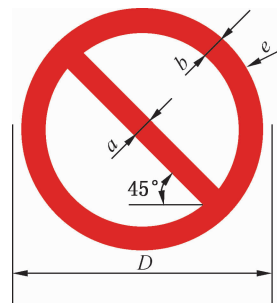

图 2 禁止标志基本形状
6.2.1 禁止标志的基本形状为带斜杠的圆环,如图 2 所示。